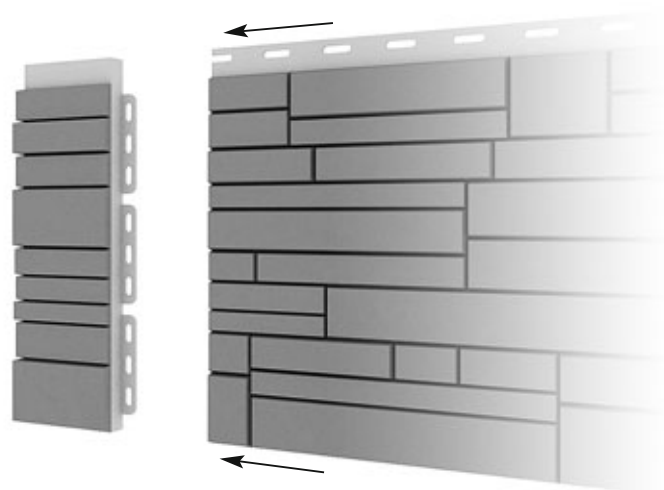

рис. 11: вариант А
3.3. Наружный угол коллекции «Скалистый камень» имеет также свои отличительные особенности при монтаже. Наружный угол «скалистый камень» крепится так же на обрешетку, но в отличие от углов других коллекций, он не имеет пазов для соединения с основной панелью (рис. 9). Крепление панели и угла производится за счет стыка отпиленной стороны панели к наружному углу (рис. 11). В то время как наружные углы других коллекций представлены в виде выступающих элементов отделки, то данный угол с панелью образует одну плоскость. Это было разработано, в первую очередь, для отделки колонн, где требуется, чтобы угол плавно переходил в панель без выступов. При отделке конструкции фасадными панелями и углами коллекции «скалистый камень» очень важно точно измерить длину монтируемой панели, поскольку панель нужно подпилить ровно и заточить так, чтобы не было зазоров в месте стыка с углом. Для подрезки фасадных панелей в случае сопряжения с углом «камень скалистый» необходимо при-
При установке наличника как декоративной планки настоятельно рекомендуем шурупы, с помощью которых крепятся фасадные панели на обрешетку, вкручивать не до конца, а оставлять зазор в 4-5 мм между шляпкой и панелью (рис.11).